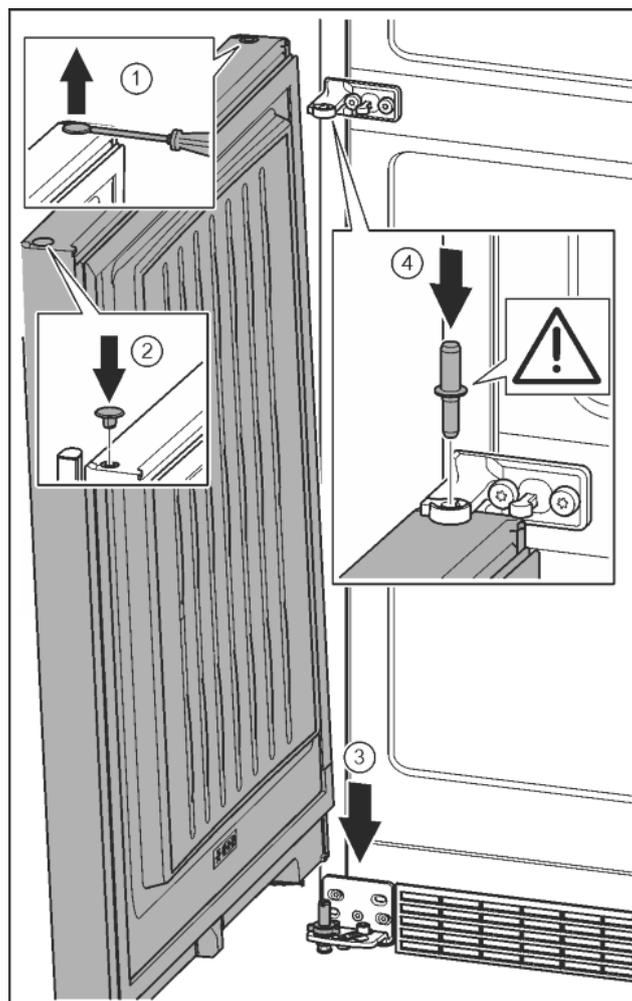

Fig. 22
- ▶ Con un cacciavite sollevare con attenzione i tappi ed estrarli. *Fig. 22 (1)*
- ▶ Inserire nuovamente i tappi sull'altro lato della porta. *Fig. 22 (2)*
- ▶ Appoggiare la porta dall'alto sul perno di supporto inferiore. *Fig. 22 (3)*
- ▶ Inserire il perno di supporto centrale attraverso il blocco di supporto centrale nella porta inferiore. Prestare attenzione che l'arresto sia rivolto verso il lato posteriore. *Fig. 22 (4)*